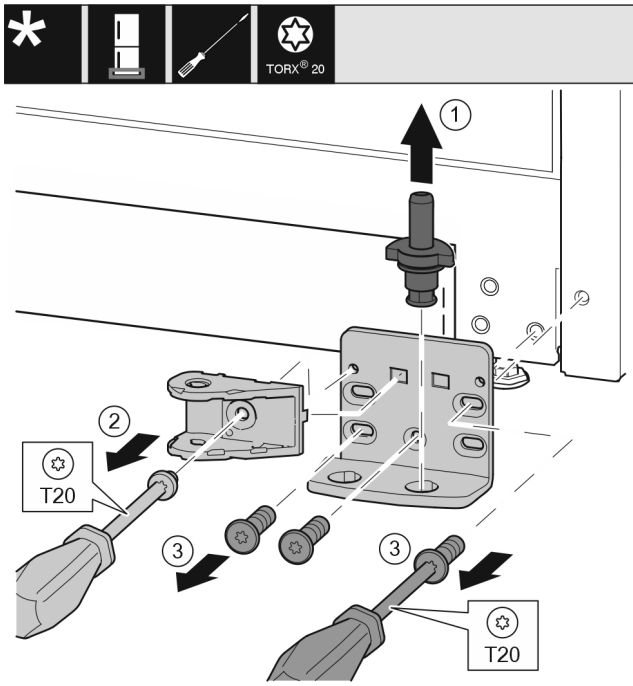

Fig. 45 *
- ▶ Vytiahnite ložiskový čap Fig. 45 (1) úplne nahor.*
- ▶ Vyskrutkujte skrutku Fig. 45 (2) skrutkovačom a odnímite spoj zatváracieho tlmča.*
- ▶ Vyskrutkujte skrutky Fig. 45 (3) skrutkovačom a odnímite ložiskovú konzolu.*